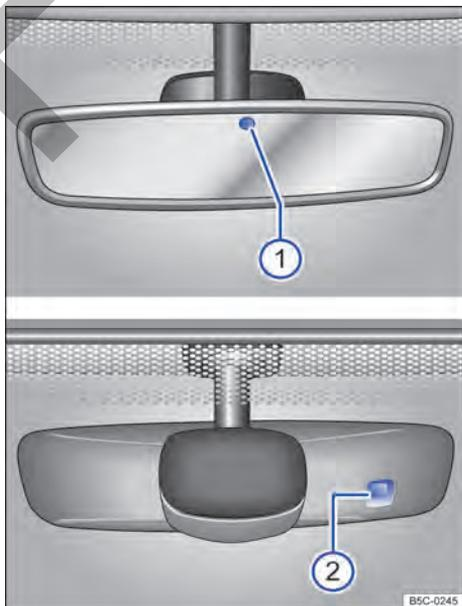

Fig. 76 En el parabrisas: espejo retrovisor interior antideslumbrante automático.
◀ Las posibles causas de averías e interpretaciones erróneas en la zona de la superficie sensible → fig. 76 del sensor de lluvia son, entre otras:
Cuando se conecta el encendido, los sensores miden la incidencia de luz. Hay 2 sensores en el espejo retrovisor interior, uno que mide la incidencia de luz por *delante* → fig. 76 ① y otro que mide la incidencia de luz por *detrás* ②. En función de los valores medidos, el espejo retrovisor interior se oscurece automáticamente.